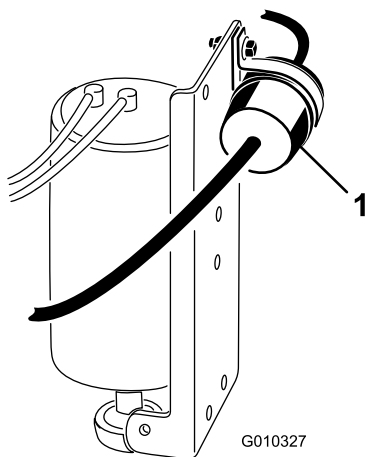

Figura 42
2. Coloque un recipiente limpio debajo del filtro de combustible (Figura 42).